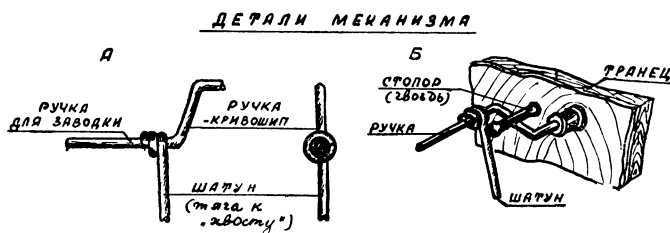

Рис. 7
Вращательное движение резиномоторчика нужно преобразовать в качательное. Для этого делают пластины и шатун из проволоки диаметром в 1,0—1,5 мм. Нижний конец шатуна неподвижно прикрепляют к пластине, а на верхнем конце делают ушки — кольца (рис. 7,а).
В транце просверливают отверстие, куда плотно (на клею) вставляют отрезок металлической трубки, служащий подшипником для вала резиномотора. Для того чтобы трубочка не сдвигалась от натяжения резины, нужно к наружному ее концу припаять жестяной фланец (рис. 7).
1. Запуски под мотором. На модели убирают паруса. «Хвост» устанавливают в прямом положении и лапки закрепляют (шуруп затягивается). Ручкой заводится резиномотор. При этом полезно отсчитывать и запомнить (или записать) количество оборотов ручки. Для того чтобы легче было запускать модель, а моторчик не раскрутился преждевременно, можно сделать простой стопор (гвоздь, вставленный в отверстие транца; см. рис. 7,б). Модель ставят на воду и направляют по заданному курсу. Придерживая одной рукой ручку заводки, осторожно снимают стопор и пускают модель.